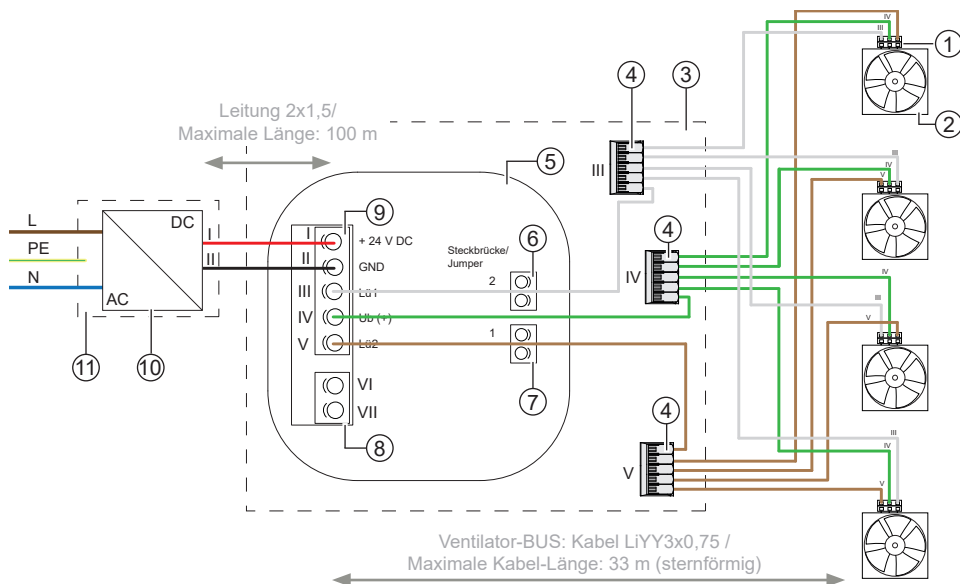
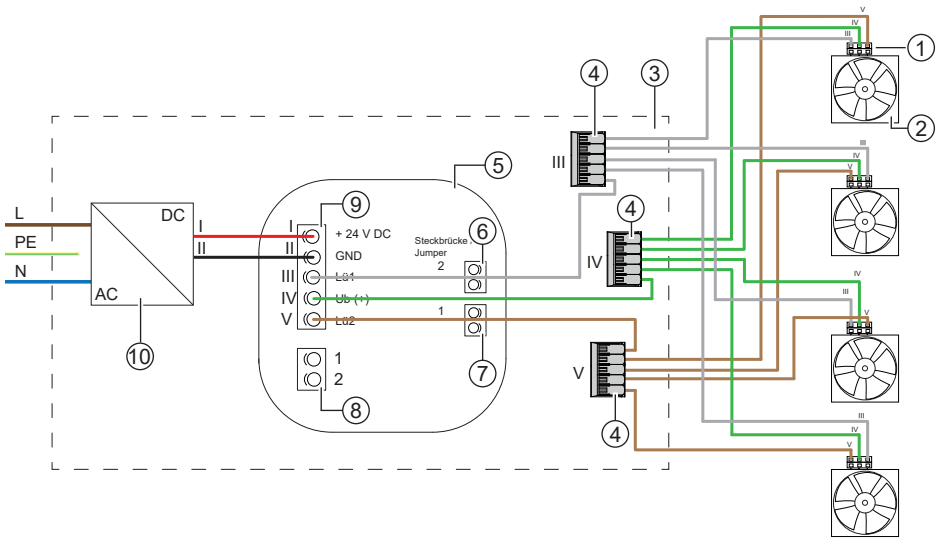

Abbildung 3: Anschlussbeispiel sMove s4 inkl. Schaltschrank-Schaltnetzteil und Verteilung
Abbildung 4: Anschlussbeispiel sMove s4 inkl. Unterputz-Schaltnetzteil und Verteilung
- ① Steckverbindung
- ② Reversier-Ventilator
- ③ Montagedose
- ④ Verbindungsklemmen
- ⑤ Rückseite Bedieneinheit
- ⑥ Steckbrücke externe Schnittstelle
- ⑦ Steckbrücke für Service-Einstellungen
- ⑧ Anschlussklemme, 2-polig (Externe Schnittstelle)
- ⑨ Anschlussklemme, 5-polig (Ventilator-BUS/ Betriebsspannung Regler)
- ⑩ Schaltschrank-Netzteil NT17-s4 (Abb. 3) / Unterputz-Netzteil NT17-s4 (Abb. 4)
- ⑪ Schaltschrank